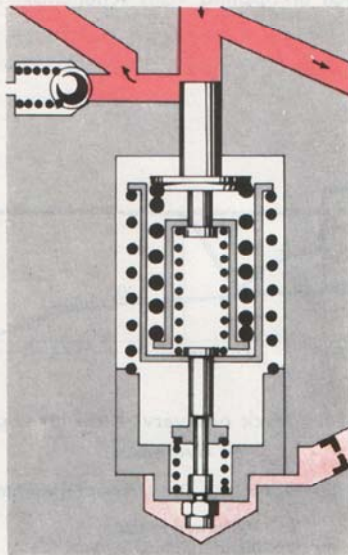

Bild 9. Reducerventil vid direktväxel
Vid direktväxel (bild 7) sugas oljan genom förfiltret av oljepumpen och pressas genom finfiltret. Därifrån strömmar den vidare genom hydraulcylindrarna till reducer- och manöverventilerna. Manöverventilen är stängd (bild 8) och reducerventilens större kolv är i sitt nedre läge (bild 9). Fjäders (10 bild 6) är ospänd, varför endast ett lågt tryck erfordras för att pressa ned reducerventilens mindre kolv. Oljan strömmar därvid förbi denna och ut i kanalen (7) till huvudaxeln.